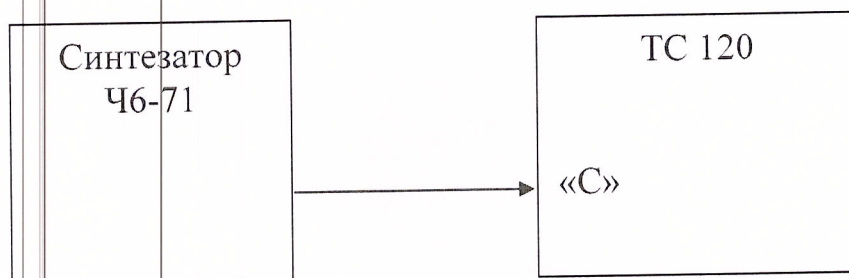

Рис. 3
- 8.3.1.10 Собрать схему согласно рис. 3.